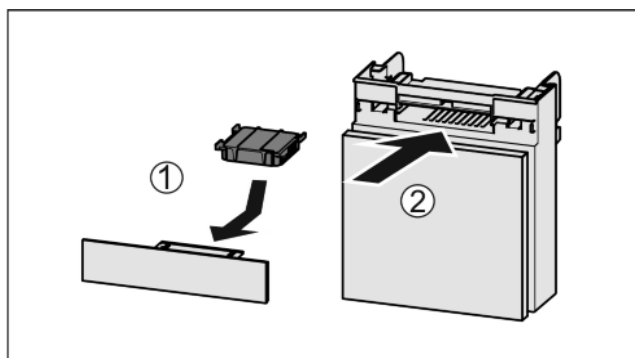

Fig. 45
- ▶ Wkładać Fig. 45 (1) filtr z węglem aktywnym zgodnie z ilustracją.
- ▶ Wsunąć komorę Fig. 45 (2).